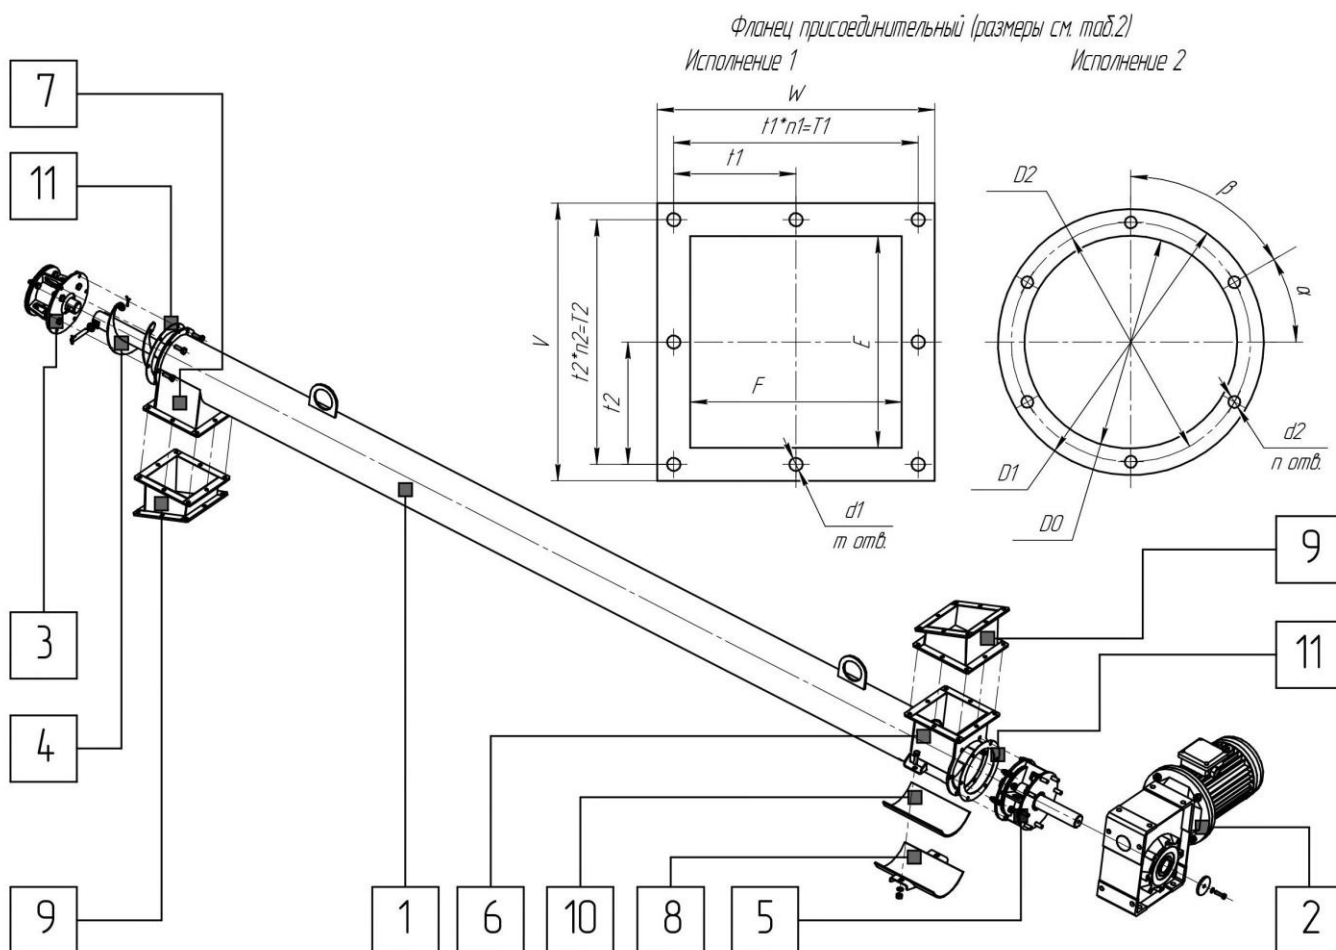
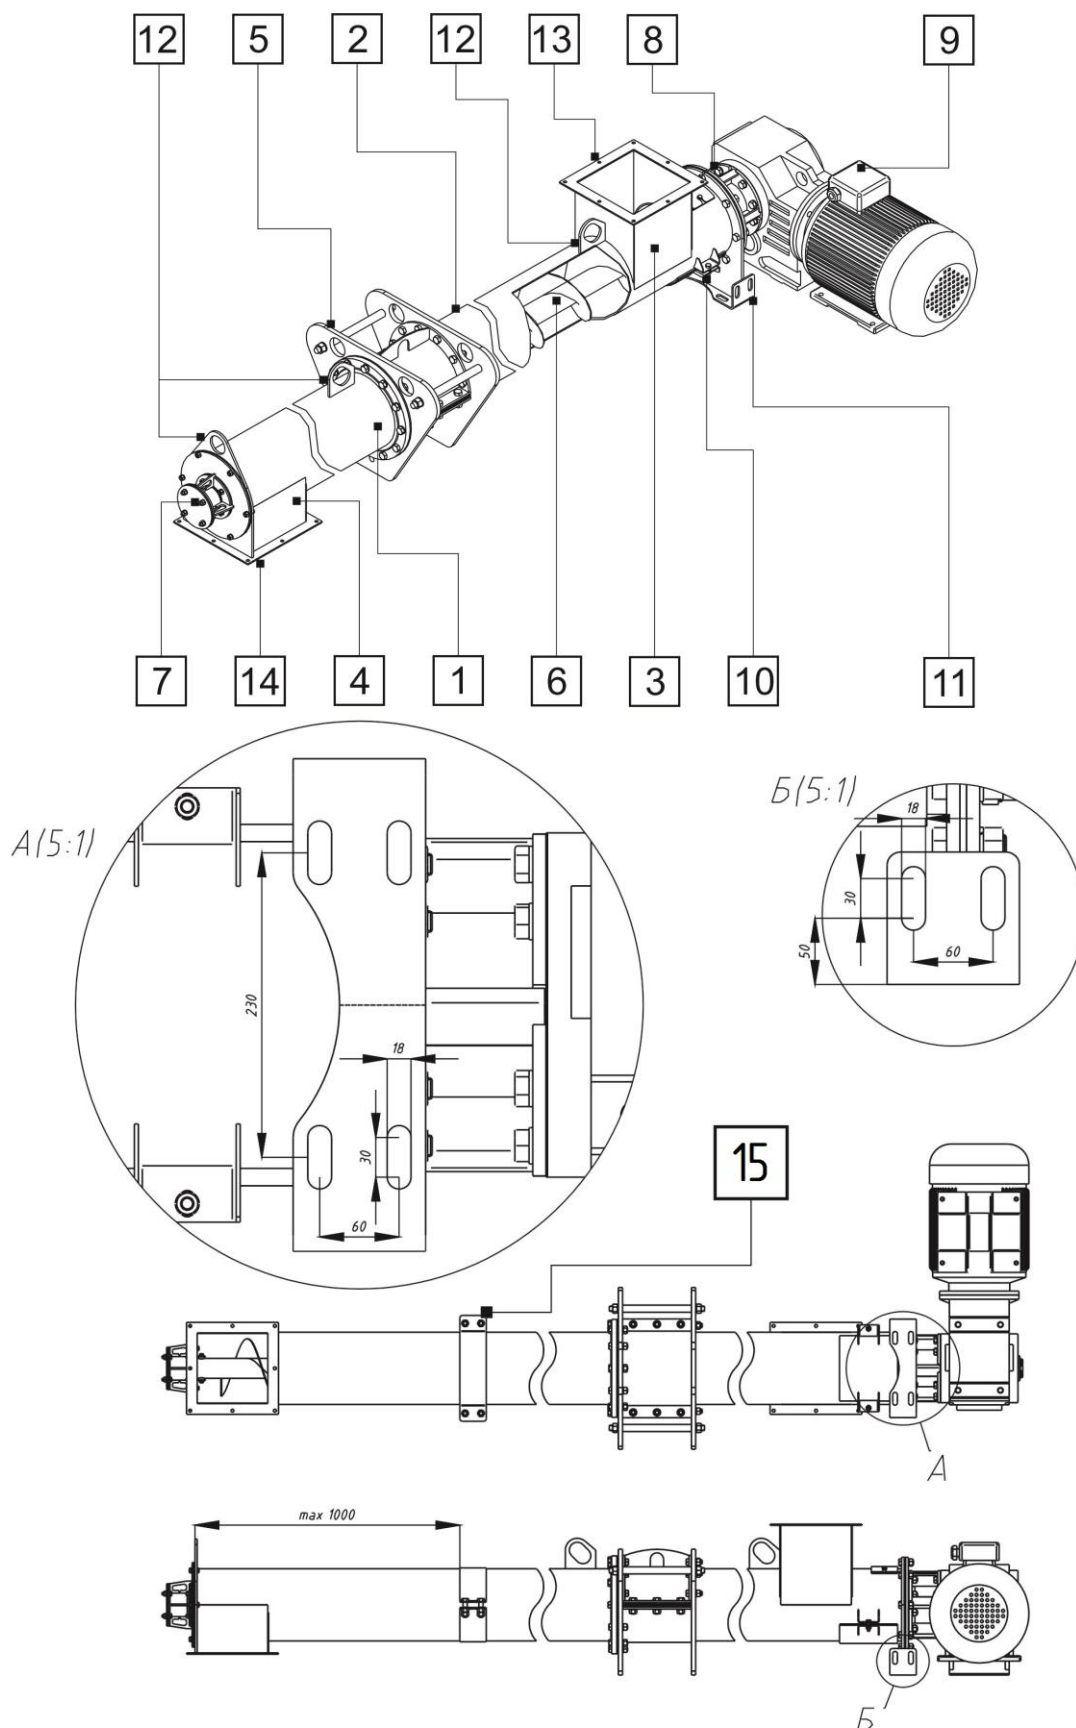

Рис. 2 Устройство изделия «ВК» и «Х-Ш».
Рис. 3 Устройство изделия «ВКПО»
Изделие «ВК», «Х-Ш» (рис. 2) состоит из емкости (1), в которой на полуосях мотор-редуктора (2) и консоли (3), закреплен транспортирующий винт (4). Мотор-редуктор прикреплен к фланцу приводного узла (5). Фланцы консоли (3) и приводного узла (5) привернуты к фланцам емкости (1) через прокладки (11). Емкость (1) содержит патрубки загрузки (6), разгрузки (7) и люк для очистки, закрытый при работе крышкой (8), прикрепленной к емкости (1) через уплотнение (10). Переходники (9) крепятся к присоединительным фланцам патрубков загрузки (6), разгрузки (7) для изделий, устанавливаемых под углом к горизонту.
Изделие «ВК», «Х-Ш» (Рис. 2) работает следующим образом: при включении мотор-редуктора (2) он вращает транспортирующий винт (4), который перемещает материал, подаваемый в патрубок загрузки (6) к патрубку разгрузки (7), из которого материал перемещается в оборудование, бункер и т.п. Для подсоединения изделия к технологическому оборудованию, например к циклону или бункеру, патрубки разгрузки (7) и загрузки (6) оснащены присоединительным фланцем, (на рис. 2 показан сверху). Размеры присоединительного фланца в зависимости от модели изделия и исполнения присоединительного фланца приведены в таб. 2.
Изделие «ВКПО» (Рис. 3) состоит из: двух половин емкости (1, 2), оснащенных патрубком загрузки (3) и патрубком разгрузки (4). Половины емкости (1, 2) соединены друг с другом промежуточной опорой (5). Внутри емкостей расположен транспортирующий винт (6), один конец которого сопряжен с полуосью консоли (7), а другой, с полуосью приводного узла (8). Мотор-редуктор (9) так же установлен на приводном узле (8). Под патрубком загрузки (3) расположены люк очистки (10) емкости, закрытый при работе крышкой, прикрепленной к емкости через уплотнение и площадки крепления (11) емкости с опорной металлоконструкции (не входит в комплект поставки изделия). В верхней части половин емкости (1,2) находятся монтажные петли (12) и хомут (15) (не входит в комплект поставки изделия) крепления емкости к опорной металлоконструкции (не входит в комплект поставки изделия). Патрубок загрузки (3) и патрубок разгрузки (4) оснащены присоединительными фланцами (13, 14) для соединения изделия с другим технологическим оборудованием. Размеры присоединительных фланцев (13, 14) приведены на рис. 2 и в таб. 2.
Изделие «ВКПО» (Рис. 3) работает следующим образом: материал, подлежащий транспортированию, из расходной емкости поступает в патрубок загрузки (3). Транспортирующий винт (6) приводится во вращение мотор-редуктором (9), который закреплен на приводном узле (8). При вращении транспортирующего винта (6) материал, удерживаемый силой трения о стенки емкости (1, 2), продвигается в осевом направлении через промежуточную опору (5) к патрубку разгрузки (4) через который и покидает емкость (1, 2) изделия.